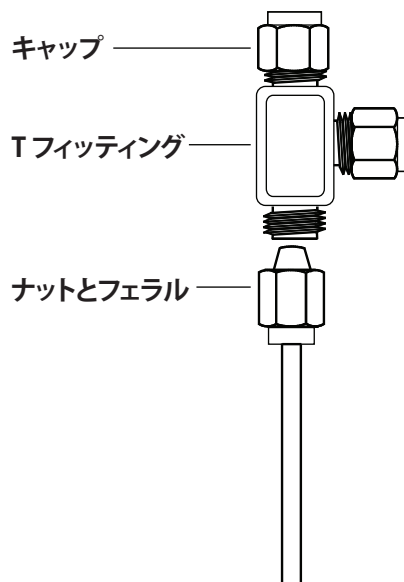

図 28 Swagelok T 字管
- 1 配管の T 字管を取り付ける場所を切断します。配管と T 字管を Swagelok フィッティングで接続します。図 28 を参照してください。